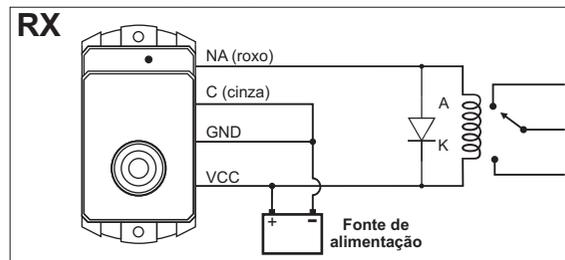

Figura 1
***Relé adicional** - Quando utilizado um relé adicional, coloque um diodo como indicado abaixo (Figura 1):